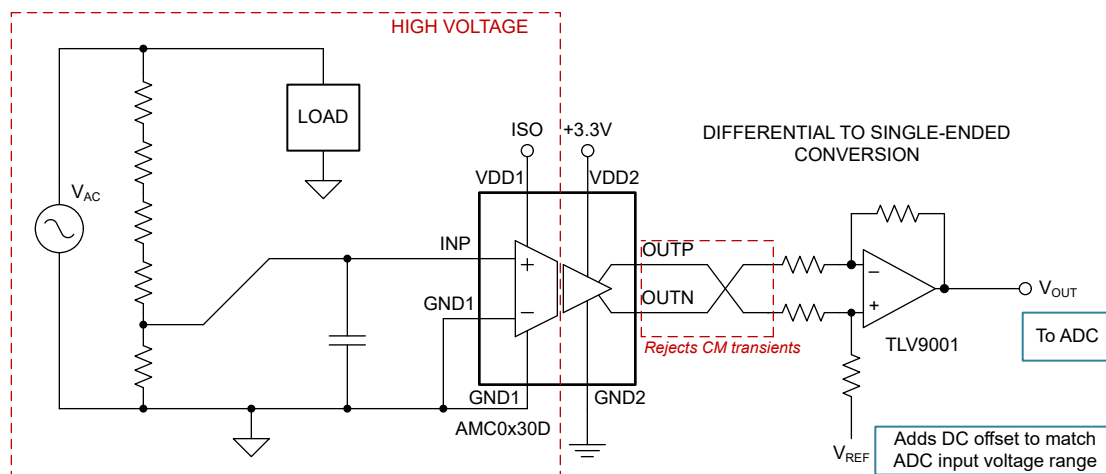
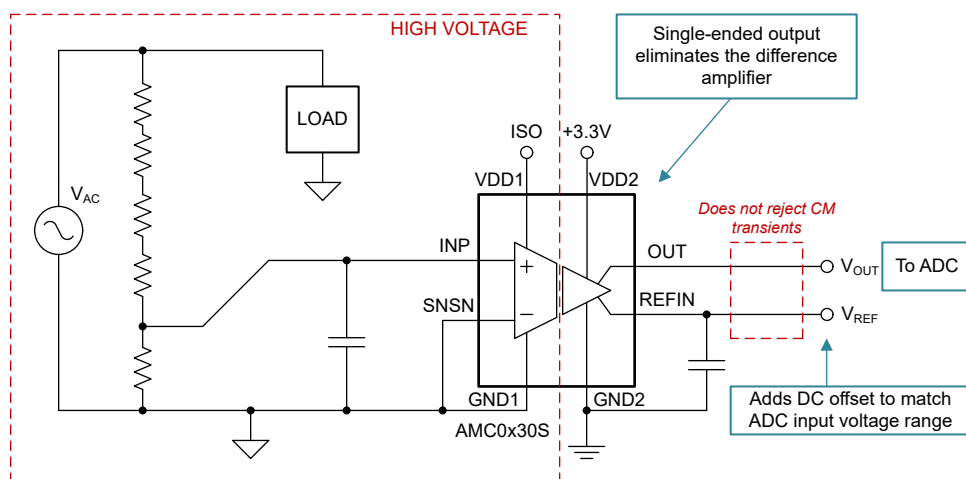

図 1-1. 差動出力のシステムの例
図 1-2. シングルエンド出力のシステムの例
絶縁アンプの最も一般的なバージョンは、図 1-1 に示すように、完全差動出力を備えています。この構成は、同相モード (CM) ノイズがアンプと A/D コンバータ間の信号チェーンに干渉する可能性があるシステムで有益です。ただし、CM ノイズが問題にならないシステムでは、シングルエンド出力絶縁アンプ (図 1-2) により、差動出力で通常必要とされる差動アンプが不要になります。その良い例としては、両方の出力タイプを提供する電圧センシングデバイスの AMC0330 ファミリーが挙げられます。